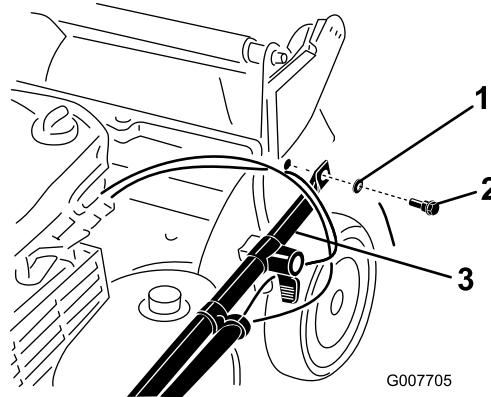

Figure 4
3. Fixez les extrémités du guidon au carter de tondeuse avec 2 rondelles et 2 boulons (Figure 4), **mais ne serrez pas les boulons.**
Important: Acheminez les câbles à l'*extérieur* du guidon (Figure 4).